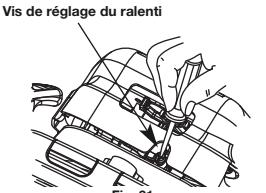

Fig. 32
- Retirez les deux (2) vis à l'arrière du couvercle du moteur et celle à l'avant du couvercle avec un tournevis plat ou un tournevis T-25 (Fig. 32).